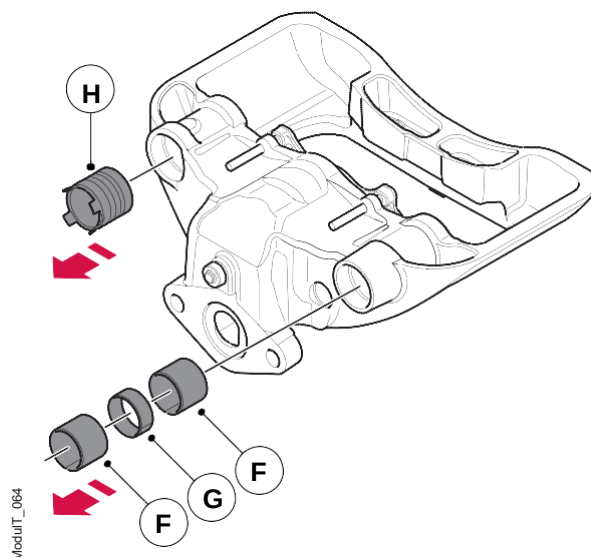

Figura 54. Remova os rolamentos deslizantes e a bucha lateral composta
7. Siga cuidadosamente as etapas 8 e 9 abaixo para remover os dois rolamentos principais (F) e o espaçador (G) e a bucha composta traseira (H), consulte a figura 54.